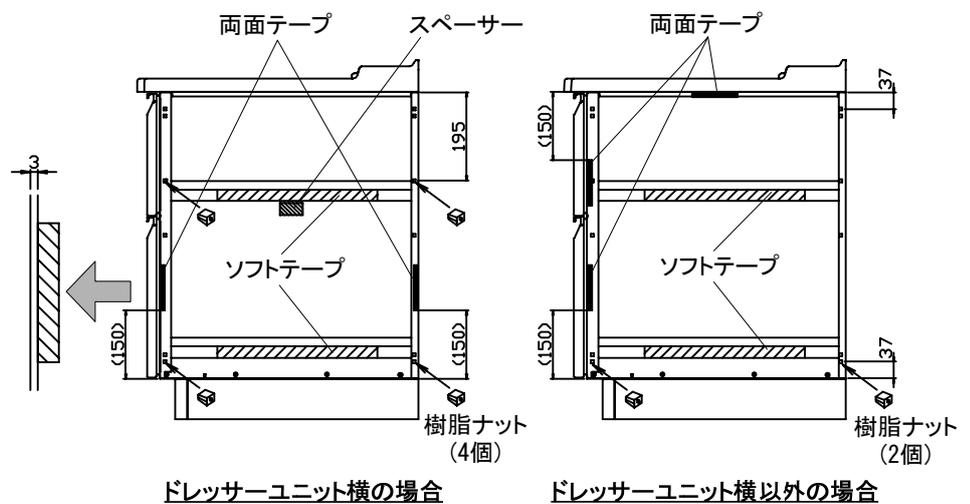

図12-1 ベースキャビネット
- ①図にならって樹脂ナットを角穴に取付けてください。(図12-1)
- ②キャビネットの補強枠にソフトテープを貼り付けてください。
(図12-1)
- ③貼付面(側板折曲部分)のほこりなどをふき取ってください。
- ④端から3mm内側のホーロー面に付属の両面テープを貼付けてください。(図12-1)
- ⑤テープ離型紙の上から十分に押さえつけて確実に貼り付けてください。
- ⑥(ドレッサーユニット横の場合のみ)
図にならってスペーサーを貼り付けてください。(図12-1)